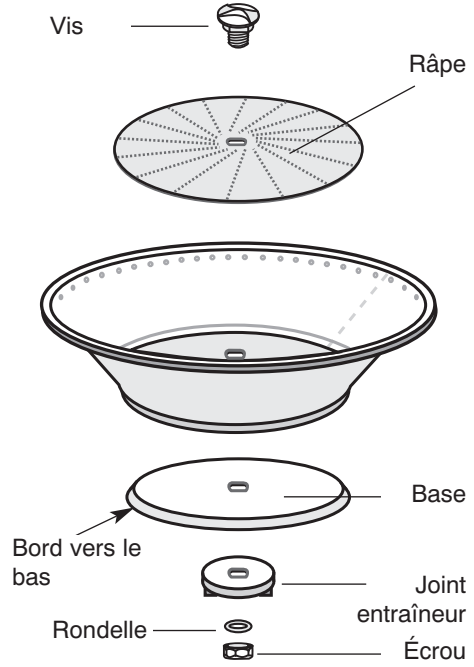

Fig. 9
- **Pour le nettoyage périodique complet** démonter les éléments du panier en dévissant l'écrou du panier (Fig. 9).
Pour démonter les éléments du panier, saisir avec une main le panier et dévisser l'écrou avec une clé à pipe numéro 13 (Fig. 9). Ensuite, pousser la vis du panier en l'extrayant.
Monter dans l'ordre inverse (Fig. 9) en faisant attention de monter le fond du panier avec le bord vers le bas. **Pour monter les éléments du panier** visser avec la clé à pipe N° 13. S'assurer de bien serrer.